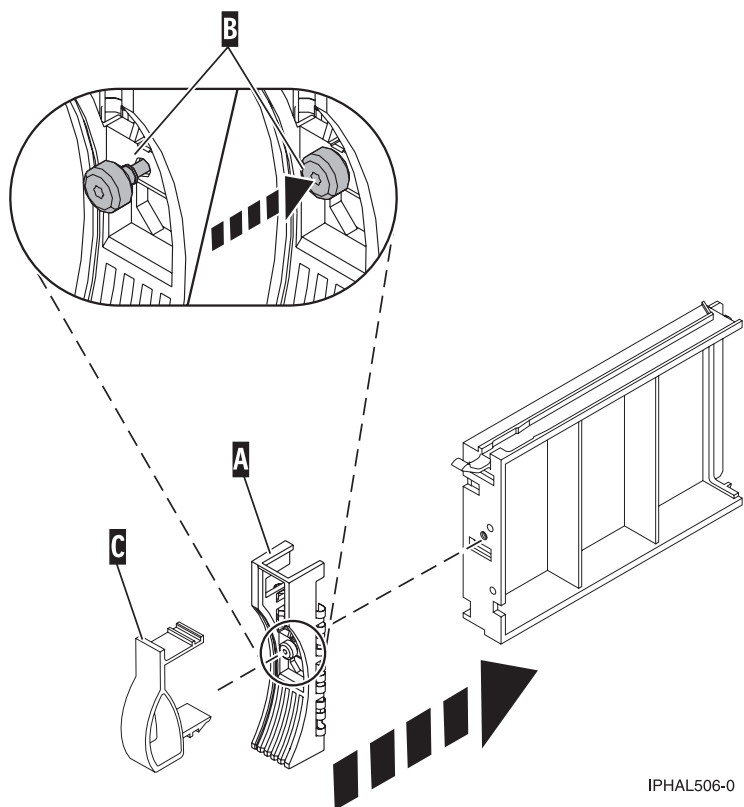

Figura 46. Fixació d'una tapa bisellada en un panell de reblliment d'unitat de disc
- a. Col·loqueu la tapa bisellada (A) de la unitat de disc al panell de reblliment.
- b. Feu pressió i colleu el cargol de mà (B) per fixar la tapa bisellada a la unitat.
- c. Instal·leu el pestell (C) de la tapa bisellada de la unitat de disc a la part frontal del panell de reblliment, com es mostra a la Figura 46 a la pàgina 75.